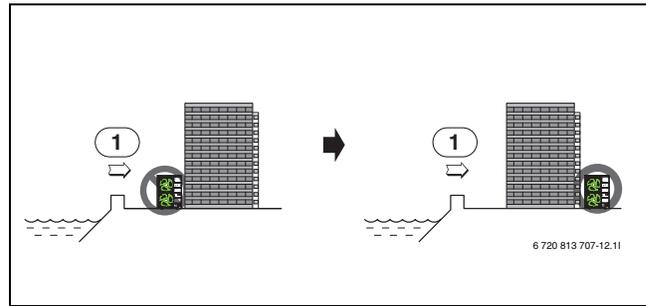

Bild 13
- ▶ Außeneinheit auf der dem Seewind abgewandten Seite aufstellen (→ Abb. 13).